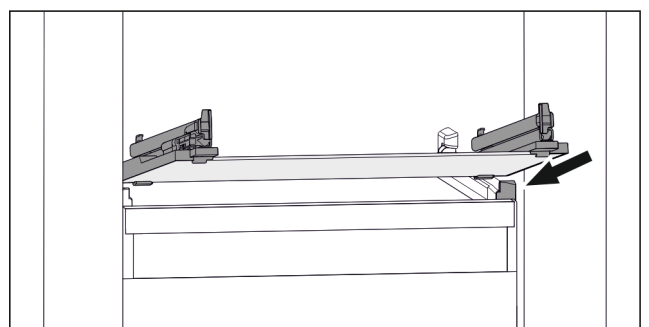

Fig. 38 Beispielhafte Darstellung der Glasplatte
- Glasplatte schräg hinter den Stopperrn aufsetzen. (siehe Fig. 38)